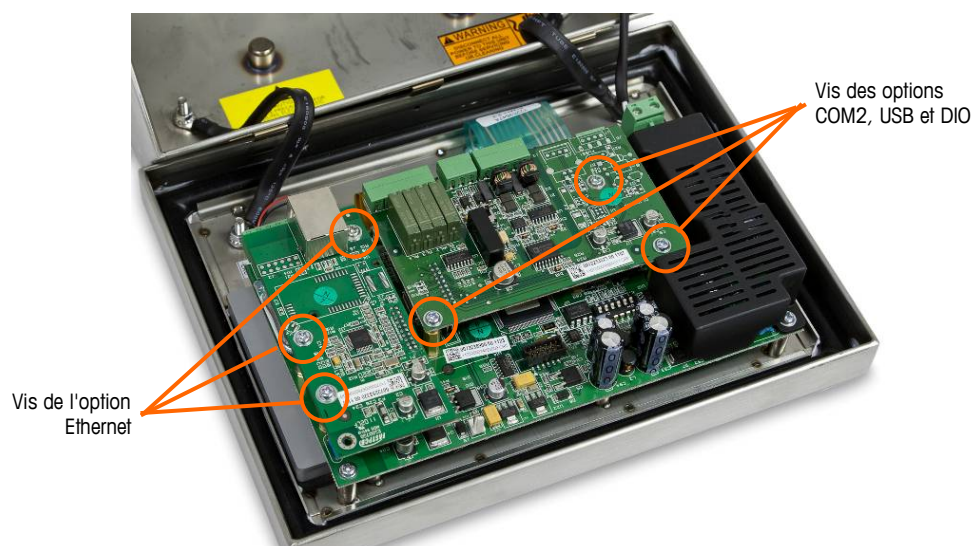

Figure 5-16 : Démontage d'une carte en option
2. Utilisez un tournevis Philips moyen pour démonter les vis fixant les cartes en option sur leurs emplacements de montage. Chaque carte est fixée au moyen de trois vis. Reportez-vous à la Figure 5-16.
1. Positionnez la carte en option sur le connecteur approprié de la carte principale et sur les trois orifices de montage définis sur la Figure 5-16.